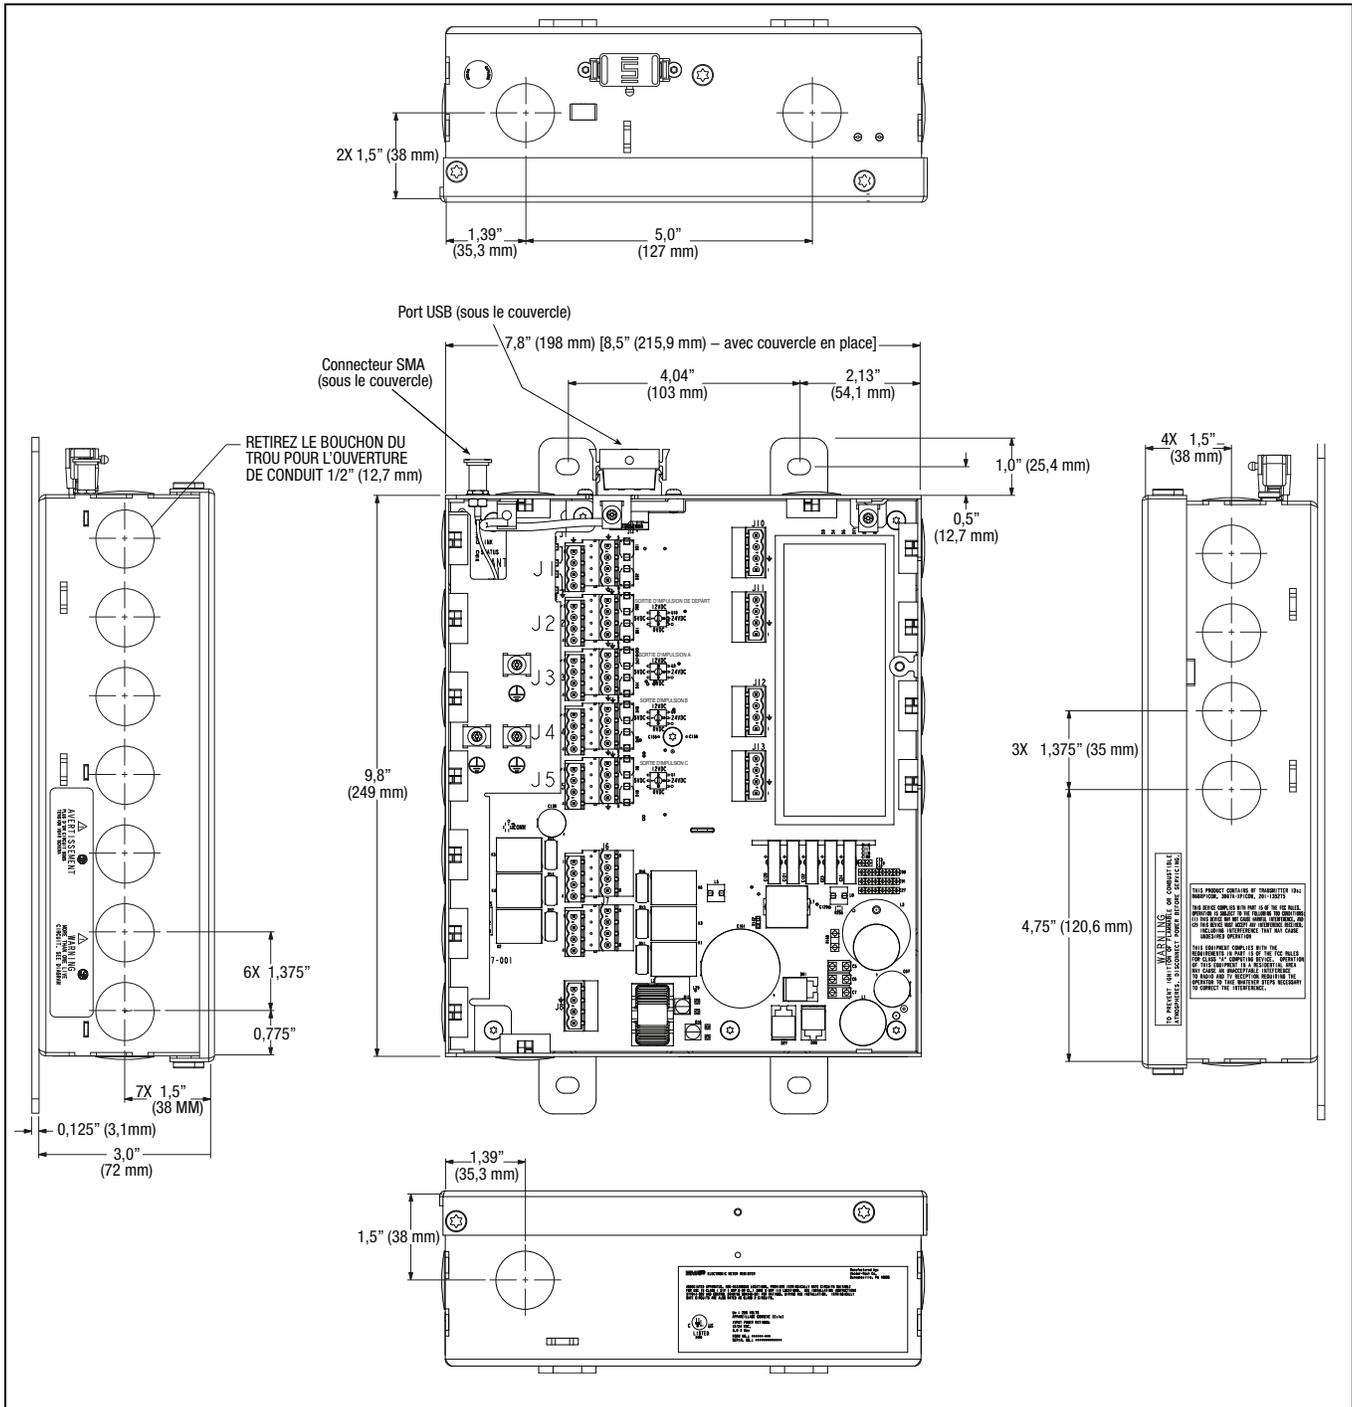

Figure 21. Dimensions physiques du boîtier d'interconnexion (illustré avec le couvercle retiré)
1. Les dimensions physiques du boîtier d'interconnexion (BI) sont illustrées à la Figure 21. Le BI est installé dans la cabine du camion : sous le siège, sur la paroi à l'intérieur de la cabine, côté passager de la « niche » des camions à couchette, ou sur un support fabriqué sur mesure et pouvant également accueillir l'imprimante en option. Utilisez quatre boulons 3/16" (4 mm) pour monter le BI sur la surface de montage. Si l'accès est limité, il est possible de retirer entièrement le couvercle avant du BI plutôt que de l'ouvrir en le basculant, en retirant quatre vis Torx n° 15. Placez l'excédent de serpentins de câble sous le siège et bloquez-les dans le support de montage du BI.